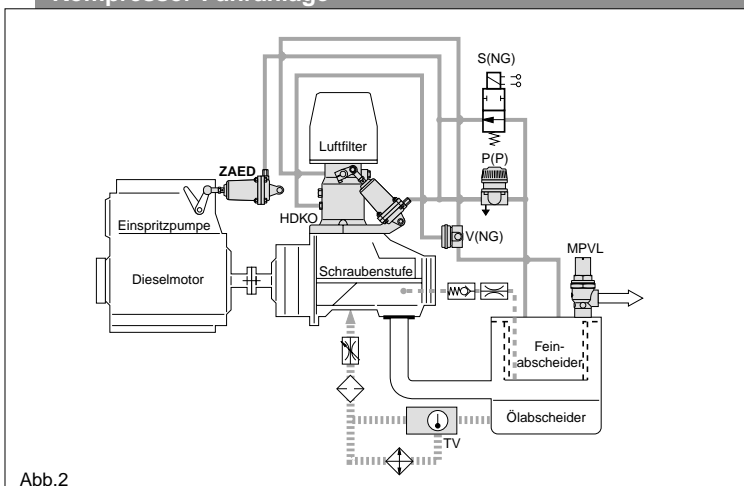

Abb.2
Mittels Sinterfilter in der Entlüftungsbohrung R wird der Federraum des Stellzylinders gegen das Eindringen von Schmutz geschützt. Der Anschluss E für den Stelldruck ist durch eine Drosselverschraubung (14) gegen Druckstöße abgesichert. Wird der Stellzylinder direkt von einem HOERBIGER-Proportionalregler betätigt, so kann die Verschraubung (14) entfernt werden (siehe Schaltungsbeispiel Abb. 2).